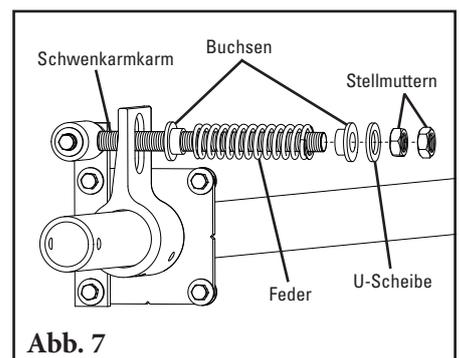

Abb. 7
7. **Zusammenbau der Federspannvorrichtung.** Schieben Sie die Feder, die U-Scheibe und die Buchsen auf die Gewindestange und drehen Sie die beiden Stellmutter soweit, dass die Gewindestange etwa 6mm (1/4") aus den Muttern herausragt (Abb. 7).